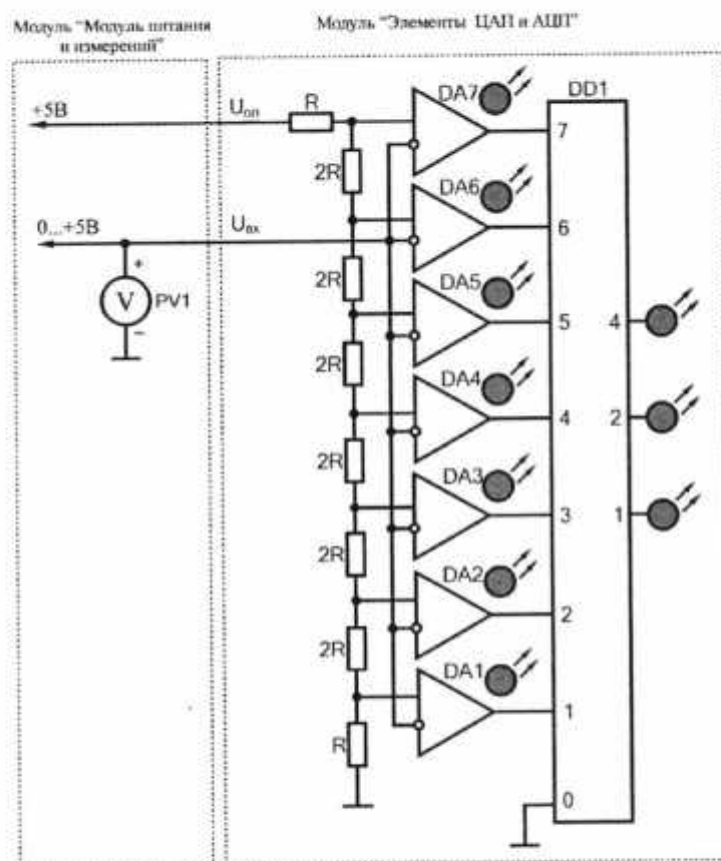

Рис. 12.4. Схема электрическая соединений лабораторных модулей для изучения параллельного АЦП
2. Собрать схему лабораторного стенда для изучения параллельного АЦП (рис. 12.4). **Монтаж схемы производить при отключенных автоматических выключателях и переключателях питания.**